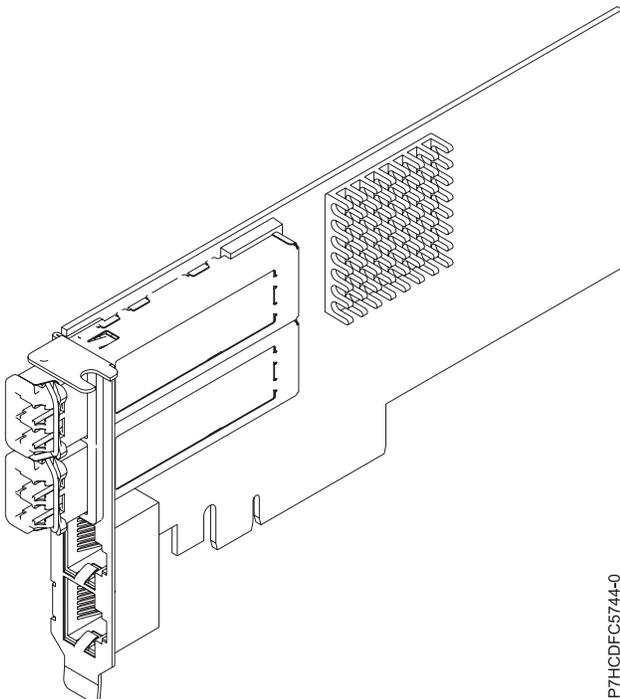

Figure 38. carte PCIe2 LP 2x10GbE SR 2x1GbE UTP
Le dispositif carte PCIe2 LP 2x10GbE SR 2x1GbE UTP est une carte PCI Express de génération 2 quatre ports Ethernet à connexion unifiée avec une interface de bus hôte PCI Express 2.0. Cette carte est optimisée pour l'informatique en nuage, la virtualisation, le stockage et les autres applications de centre de données. Cette carte comporte deux ports Ethernet 10 gigabits et deux ports Ethernet 1 gigabit. Les deux ports émetteurs-récepteurs SR (single root) SFP+ (small form-factor pluggable) 10 gigabits sont utilisés pour la connexion avec les autres serveurs ou commutateurs du réseau. Chaque port SFP+ (SR) fournit une connectivité Ethernet avec un débit nominal de 10 Gbps (gigabits par seconde) et utilise des câbles twinax SFP+ en cuivre pouvant atteindre une longueur maximale de 5 mètres. Chaque port RJ45 fournit une connectivité Ethernet avec un débit de 1 Gbps. Les fonctions d'agrégation de liaisons et de reprise en ligne de la carte sont idéales pour les applications réseau critiques qui nécessitent redondance et haute disponibilité. La figure 38 présente la carte FC 5745.